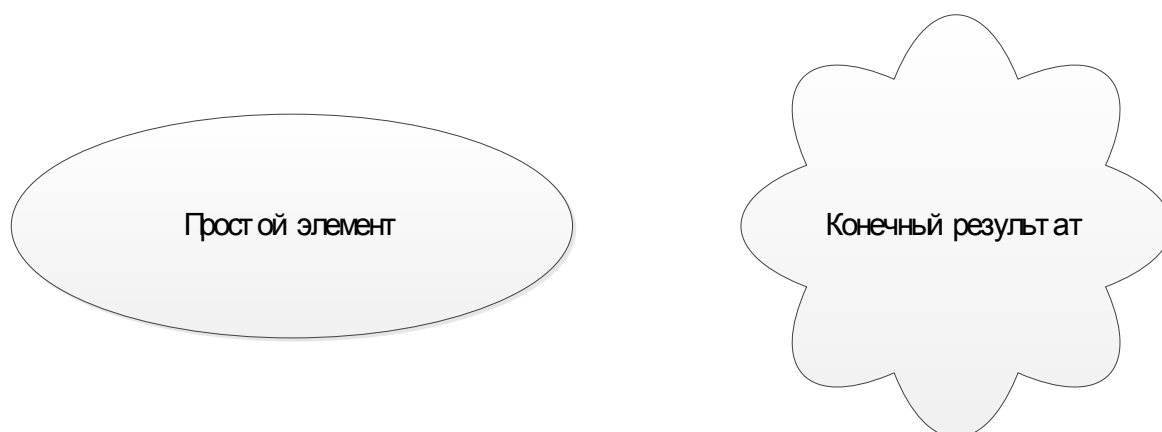

Рисунок 4 – Пример решения задачи №3
6. Вычертить заданную фигуру в следующей последовательности. Вычертить оси и исходный фрагмент учитывая, что левая крайняя точка находится на расстоянии 75 мм от пересечения осей, а горизонтальная линия имеет длину 20 мм и находится на расстоянии 20 мм от горизонтальной оси.. С помощью инструмента «Зеркало» получить фигуру рис.1. Используя редактирование повернуть полученный рисунок с опциями <базовая точка>, <копировать> на угол 90, 180, 2700 (рис.2). Выполнить сопряжение прямолинейных сегментов радиусом 15мм (рис.3). Построить окружности, диаметры которых 20 и 50 мм (рис.3). Попробовать достроить объект до рис. 4 с использованием команд МАССИВ и ПОДОБИЕ. Объединить все отрезки и дуги в полилинию. Отредактировать осевые линии на полученном рисунке.